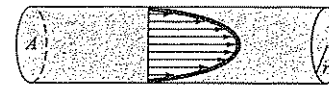

FIGURA P20.17
20.17 Se a distribuição de velocidade de um fluido escoando por tubo for conhecida (Figura P20.17), a vazão Q (isto é, o volume de água passando pelo tubo por unidade de tempo) pode ser calculada por $Q = \int v dA$, onde v é a velocidade e A é a área da seção transversal do tubo. (Para perceber o significado dessa relação fisicamente, lembre-se da conexão íntima entre soma e integração.) Para um tubo circular, $A = \pi r^2$ e $dA = 2\pi r dr$. Portanto,